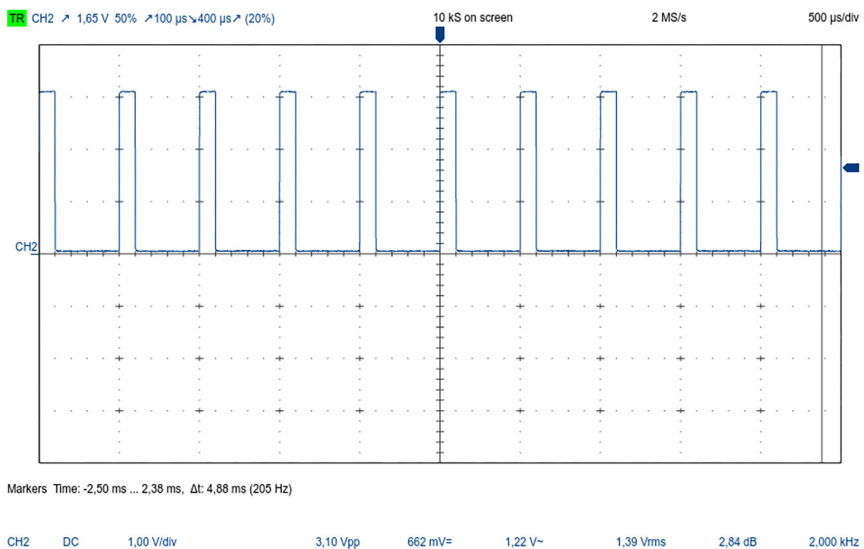

Рис. 6.10. ШИМ сигнал на осциллографе
- 3) $f = 2000$ Гц, $D = 0,2$ (рис. 6.10);